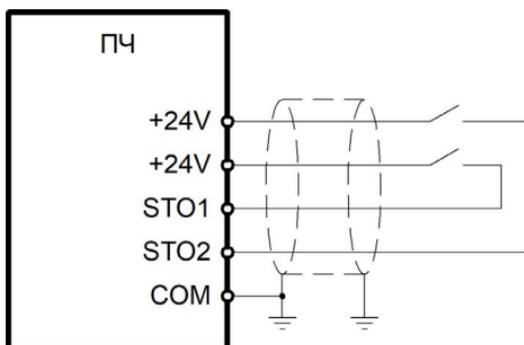

Рисунок 9.3 – Схема подключения для работы функции STO
4. Проверить правильность подключения +24V, COM и экранирования (рис. 9.3)